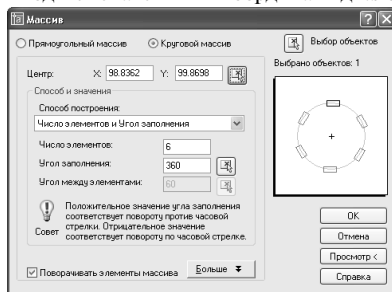

Рис. 171
(В диалоговом окне «Массив» (рис. 171) указать тип массива — круговой, задать число элементов, угол заполнения и нажать на кнопку «Выбор Объектов»).
1. Установить тип и точность линейных и угловых единиц в открывшемся диалоговом окне *Единицы чертежа* после обращения к меню *Формат→Единицы* (рис. 171) или Команда: `_units` \perp .